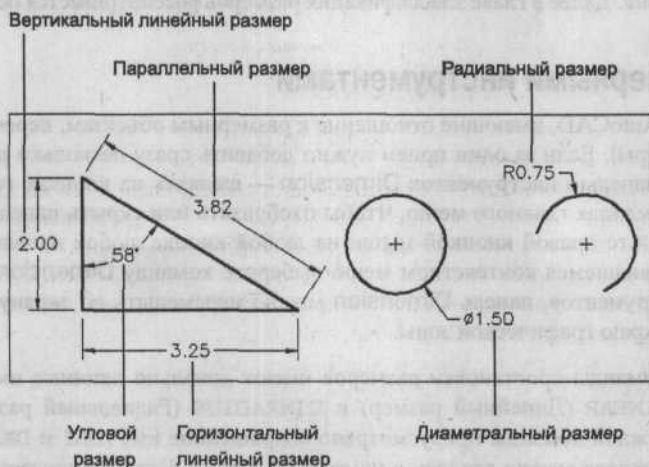

Рис. 10.3. Наиболее распространенные типы размерных объектов
В AutoCAD предусмотрено несколько типов размерных объектов и соответственно несколько команд для их создания. На рис. 10.3 показаны наиболее распространенные типы размерных объектов, а ниже приведено их описание.
- ✓ **Радиальный и диаметральный размеры** (*Radius dimension* и *Diameter dimension*). Предназначены для указания *радиуса* и *диаметра* окружности или дуги. В таких случаях размерное число можно размещать как внутри, так и снаружи окружности (см. рис. 10.3). Если расположить число снаружи дуги или окружности, то в ее центре появится маленький крестик.
Новая команда DIMARC создает размер длины дуги (примеры приведены на рис. 10.10 далее в главе). Однако прежде чем применить ее, убедитесь в том, что в вашей отрасли такой размер допустим. Стандартный способ, принятый в большинстве отраслей, состоит в проставлении размера радиуса дуги (см. рис. 10.3).